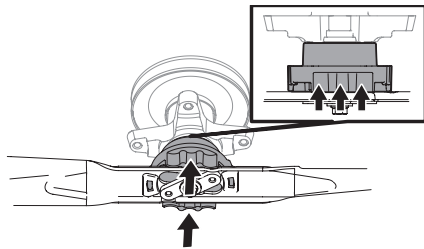

Figura 43
- Tire del pasador de chaveta hacia afuera de la varilla de elevación delantera de la plataforma que la sujeta a la plataforma. Consulte la Figura 43. Saque la varilla de elevación de la plataforma del soporte de suspensión frontal.
- Empuje hacia arriba sobre el collarín de la cuchilla y sosténgalo. Consulte la Figura 43.
- Empuje la cuchilla hacia arriba contra el adaptador de cuchilla hasta que el collarín se eleve. Consulte la Figura 43.